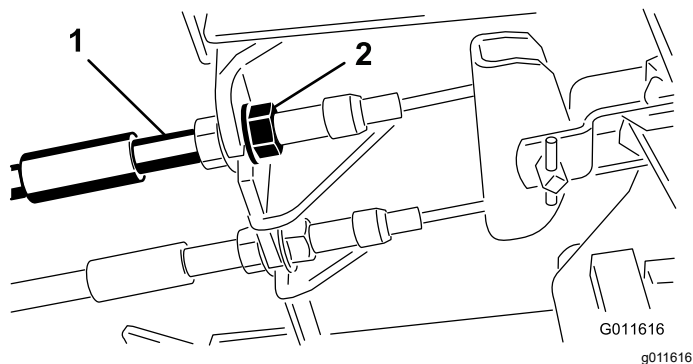

Figura 96
1. Per ridurre il gioco dei pedali del freno, stringete i freni allentando il dado anteriore sull'estremità filettata del cavo del freno (Figura 96).